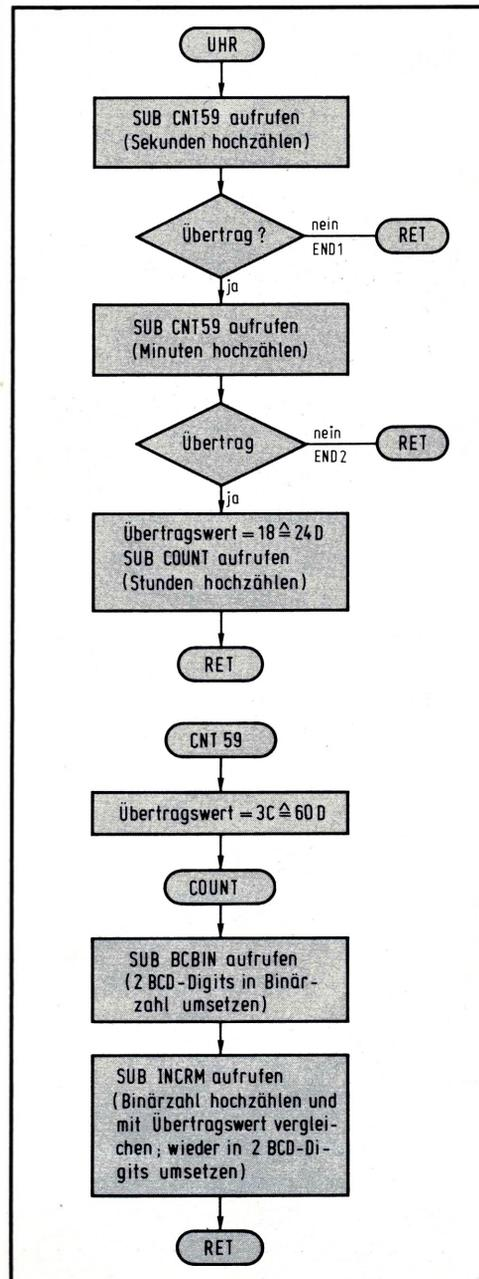
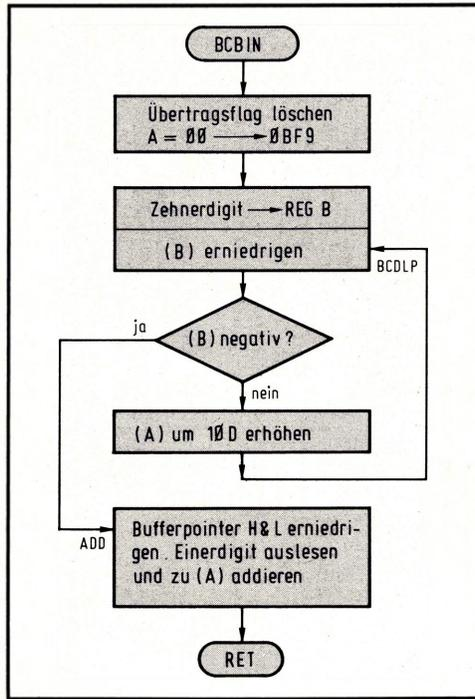
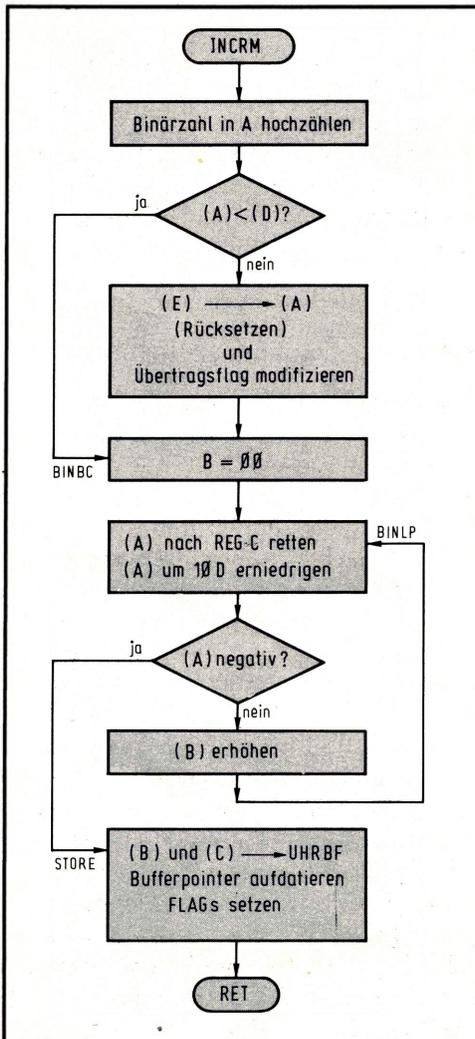

Bild 4: Unterprogramm UHR aktiviert ein weiteres Zähl-Unterprogramm CNT59 bzw. COUNT.
Bild 5: Die Binärumsatzung zweier BCD-Digits erfordert nur diese kurze Programmsequenz.
Bild 6: INCRM übernimmt das Hochzählen mit Vergleichen und BINBC die Rückwandlung in zwei BCD-Digits.
Das Unterprogramm UHR ist ein Musterbeispiel für eine universelle Struktur (Bild 4). Es ruft mehrfach nacheinander ein weiteres Zählprogramm CNT59 bzw. COUNT auf, das jeweils ein Paar BCD-Digits (also Sekunden oder Minuten oder Stunden) als Einheit behandelt. Dazu werden die beiden Digits in eine Binärzahl umgesetzt (weiteres Unterprogramm BCBIN), die vom nächsten Unterprogramm INCRM ganz einfach erhöht wird. Jetzt vergleicht INCRM die so entstandene Binärzahl mit dem Übertragungswert, der vor dem Einsprung nach COUNT gesetzt worden ist; sind hochgezählter und Übertragungswert gleich (z. B. Sekunden = $3C \triangleq 60D$), wird die Binärzahl auf Null gesetzt, andernfalls bleibt sie erhalten. Nach dieser Prozedur (die sich im Mikrosekundenbereich abspielt) erzeugt INCRM aus der Binärzahl wieder zwei BCD-Digits, die zurück an ihren Platz im Uhrzeit-Buffer transportiert werden. Schließlich signalisiert INCRM dem übergeordneten Programm noch, ob ein Übertrag vorgelegen hat; denn dann (und nur dann) muß auch das nächsthöhere Digit-Paar noch hochgezählt werden.
Das Unterprogramm BCBIN wandelt ein BCD-Paar (Zehner plus Einer) in die entsprechende Binärzahl um, d. h. aus 01/05 (= 15 D) wird demnach 0F (Bild 5). Beim Einsprung steht in rp H&L die Adresse des BCD-Digits mit der Zehner-Wertigkeit. Das Löschen des Übertragsflags ist eine Vorbereitung für die spätere Rückwandlung (vgl. Bild 6). Die eigentliche Binärumsetzung geschieht nach folgendem Schema: Zehner-Digit holen und so lange (dezimal) Zehn abziehen, wie der Rest dabei nicht negativ wird; für jeden Subtraktionsvorgang summiert REG A (binär) Zehn (=0A) auf, und nach diesem Vorgang steht in A der Binärwert des BCD-Zehner-Digits. Dazu wurde einfach so oft die (binäre) Zehn (=0A) addiert, wie es das Zehner-Digit vorgab. Zählt man dazu nun noch das Einer-Digit hinzu, ist die Binärumsetzung abgeschlossen. Hätten Sie gedacht, daß eine geschwollene BCD/Binärumsetzung so einfach ist?
Das Unterprogramm INCRM zählt zunächst den in REG A stehenden Wert hoch (Bild 6); beim Einsprung stehen in REG D der Übertragungswert (also z. B. $3C \triangleq 60D$ für Sekunden und Minuten) und in REG E der Anfangswert, auf den beim Überlauf zurückgesetzt werden soll (00 bei der Uhrzeit, 01 z. B. beim Kalendertag oder Monat). Nach dem Hochzählen erfolgt der Vergleich mit REG D (Übertragungswert), der ohne Auswirkungen bleibt, solange $(A) < (D)$ ist. Bei Erreichen des Übertragungswertes passieren zwei Dinge: Erstens wird A mit dem Anfangswert aus E geladen (= zurückgesetzt) und zweitens wird das Übertragsflag modifiziert; es zeigt dem übergeordneten Programm durch einen Wert $\neq 0$ an, daß während des aktuellen Zählvorgangs ein Überlauf aufgetreten ist (vgl. Bild 4). In A steht demnach in jedem Fall die aufdatierte